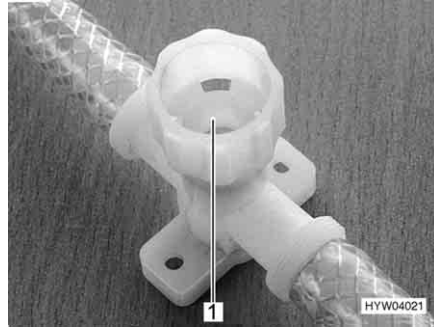

Fig. 158 Robinet de vidange pour Therme
- Fermer tous les robinets de vidange. Tourner les capuchons (Fig. 158,1) dans le sens des aiguilles d'une montre.
- Ouvrir tous les robinets de vidange du Therme. Tourner pour cela les capuchons (Fig. 158,1) dans le sens inverse des aiguilles d'une montre.